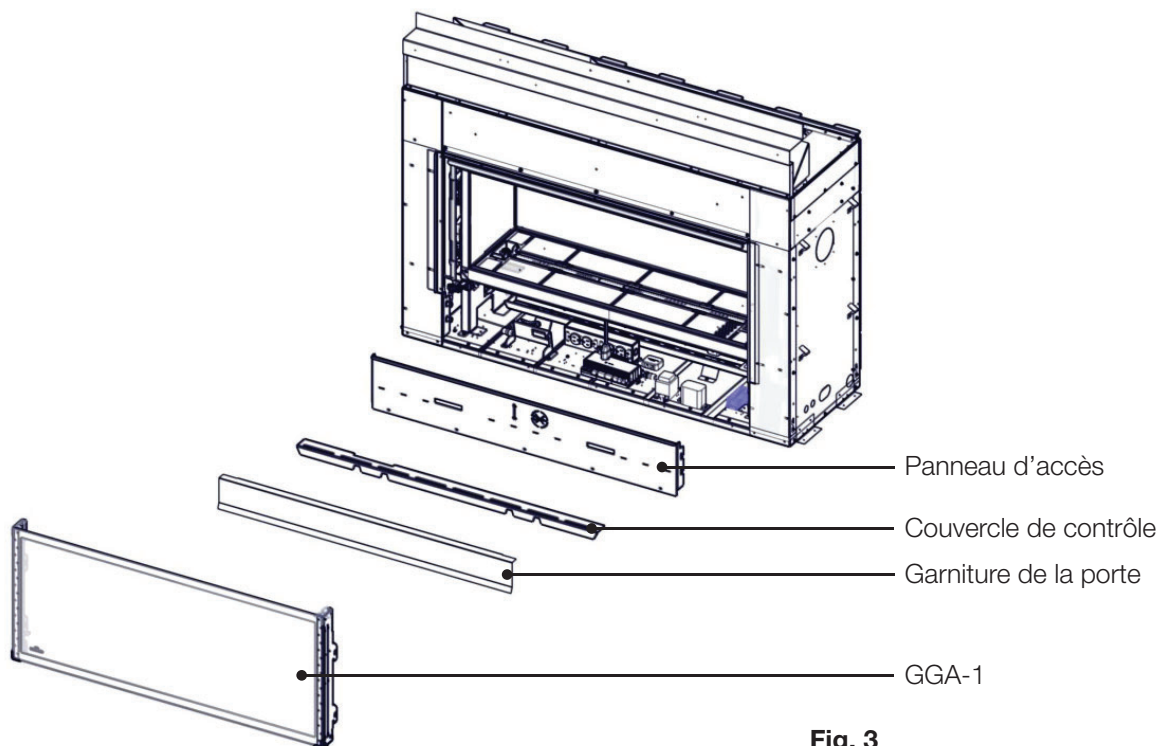

Fig. 3
3. Pour faciliter l'installation au moment de l'ajustement préliminaire, retirez la garniture de la porte, le couvercle de contrôle et le panneau d'accès (**Fig. 3**).